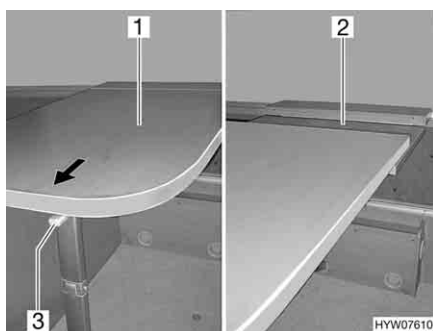

Fig. 73 Allungare il tavolo sospeso
- Sbloccare la leva di sicurezza (Fig. 73,3) sul lato inferiore del piano del tavolo.
- Sollevare il piano del tavolo (Fig. 73,1) leggermente in avanti e nella direzione della freccia fino all'arresto.
- Il piano prolunga inserita (Fig. 73,2) ruota verso l'alto.